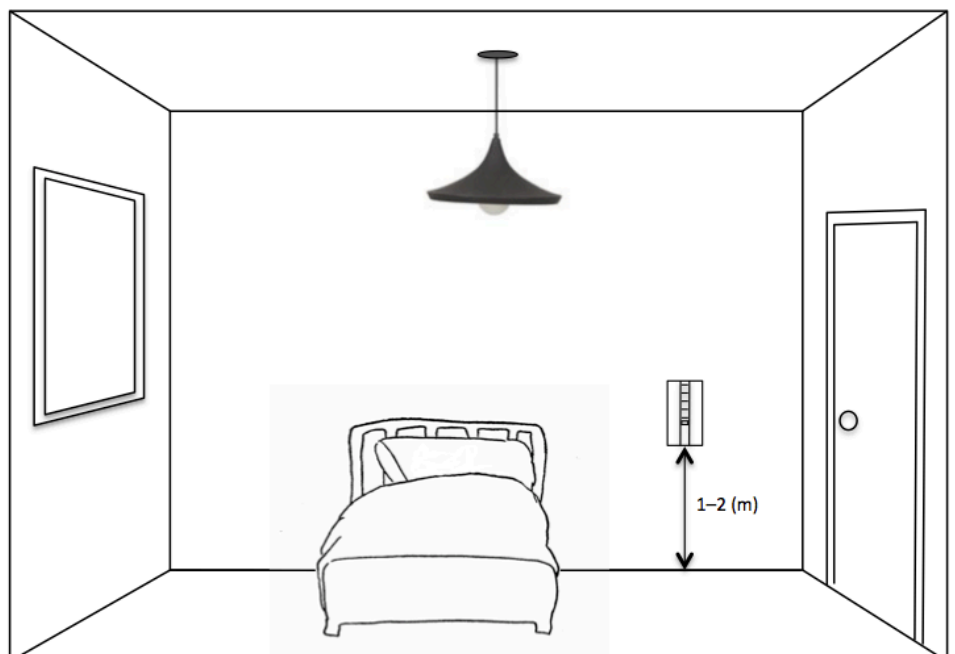

Abbildung 2: Schlafzimmer oder Räume in der Nähe von Kaminen oder Brennern
- Montieren Sie den Kohlenmonoxidmelder auf Höhe und in der Nähe von Mund/Nase der Bewohner (siehe Abbildung 2).